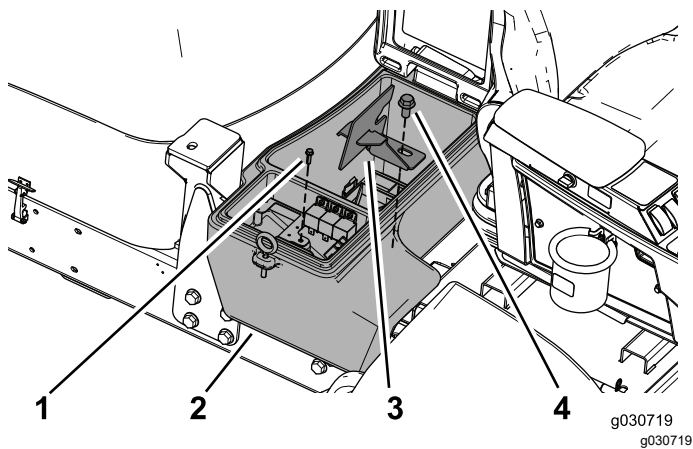

Рисунок 23
5. Присоедините усиливающую пластину с помощью винта к машине и используйте болт (½ x 1 дюйм) для крепления зажима отделения аккумуляторной батареи и отделения аккумуляторной батареи к машине (Рисунок 23).